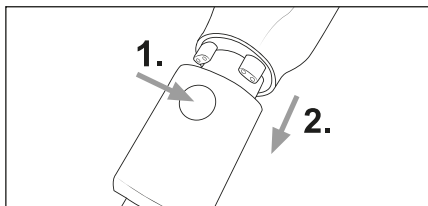

Fig. 12
- ◆ For at fjerne 2-i-1-kombibørsten **13** skal du trykke på oplåsningsknappen på 2-i-1-kombibørsten **13** og tage den af sugerøret **23** eller af produktets sugeåbning (se fig. 12).